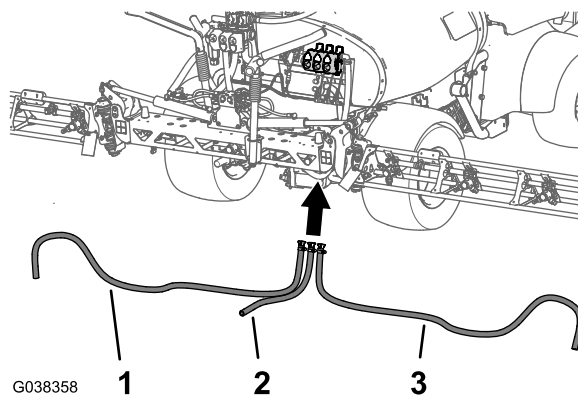

Рисунок 79
1. Проложите шланги подачи левой, средней и правой секций стрел к клапанам секций, как показано на Рисунок 79.